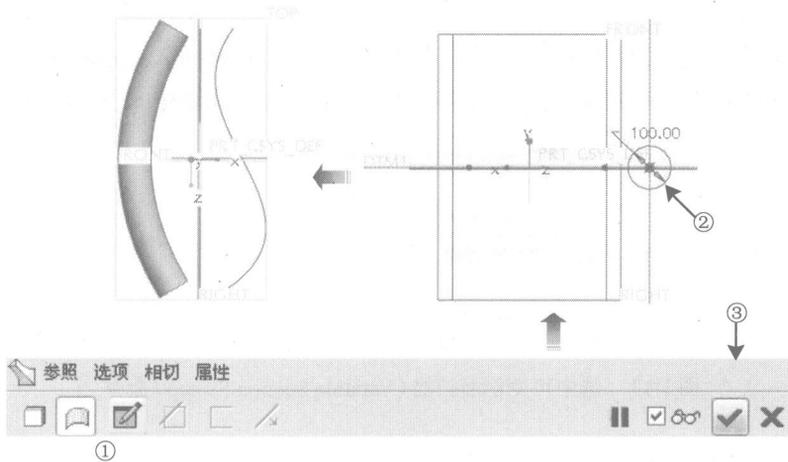

图 1-15 完成垂直于轨迹 (Normal To Trajectory) 的结果
首先，单击①截面轮廓图标→接着②绘制一直径为100的圆作为截面轮廓，最后③单击确定，结果如图1-15所示。